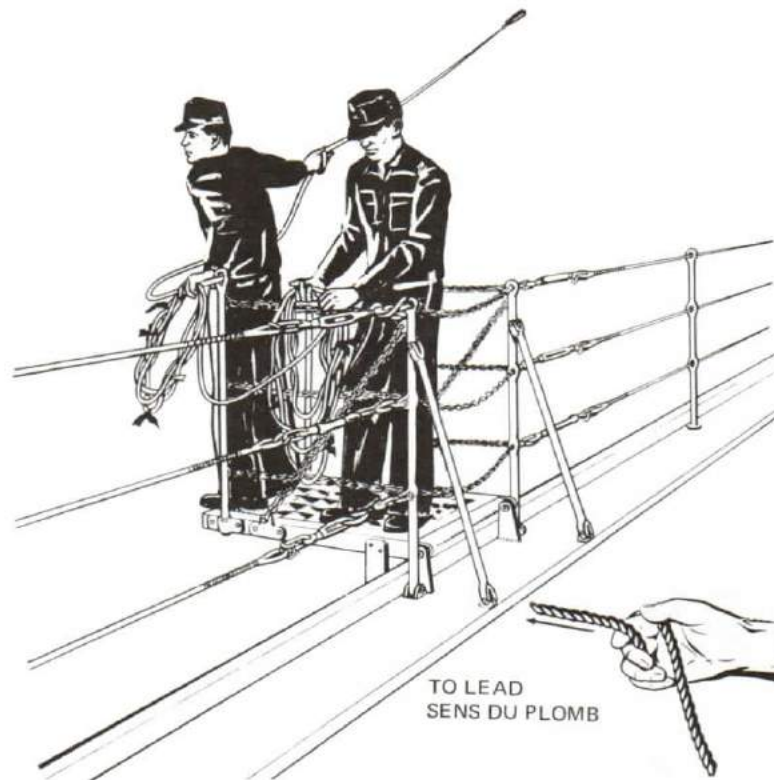

Figure 11-55
6. In heaving the lead, the leadsman closes up with special sea duty men, and at other times as required. He is stationed in the "chains", see Figure 11-55, which are provided either on the port or starboard side of the fo'c's'le. It is the duty of the leadsman and his assistant, the lazy leadsman, to rig the chains before they are required. The lead is eased down over the side for about two fathoms, and sufficient line for the cast is held in the opposite hand. This is called the scope. To make the heave, start by swinging the lead in a fore-and-aft direction, outboard of the chains, to gain momentum. After the momentum has been gained, the lead is swung in a complete circle. When the force is great enough the lead is let fly to travel forward, a little above, and practically level with, the deck. As the ship moves forward, the lead line will come vertical. It should be read when the lead is on the bottom and the line hauled just taut, up and down. The leadsman always faces and heaves the lead in the direction that the ship is moving, therefore, he must be able to heave the lead with either hand.
6. Pour le lancement de la sonde, le sondeur rejoint son poste avec les spécialistes de la manoeuvre et en d'autres occasions au besoin. Il se place sur l'un des plateaux de sonde entourés de chaînes (voir la figure 11-55), qui sont installés à bâbord et à tribord du gaillard avant. Le sondeur et son assistant, que l'on appelle le sondeur passif, doivent disposer les chaînes de sauvegarde avant que l'on n'en ait besoin. Le plomb est descendu par-dessus bord sur une longueur d'environ deux brasses, tandis que l'on maintient dans l'autre main une longueur de ligne suffisante pour le lancer, longueur que l'on appelle une touée. Pour lancer la ligne, commencer par balancer le plomb de l'avant à l'arrière du navire, à l'extérieur des chaînes, en amplifiant l'oscillation. Après avoir obtenu une amplitude suffisante, on fait tourner le plomb dans un cercle complet. Lorsque la force centrifuge est suffisante, le plomb est lâché en avant, légèrement au-dessus du pont et sensiblement au même niveau. Avec le déplacement avant du navire, la ligne va passer par la verticale. On lit la profondeur obtenue lorsque le plomb touche le fond et que la ligne se trouve juste tendue. Le sondeur se tourne toujours dans la direction que suit le navire et lance le plomb dans cette direction. Par conséquent, il doit être capable de le lancer avec l'une ou l'autre main.